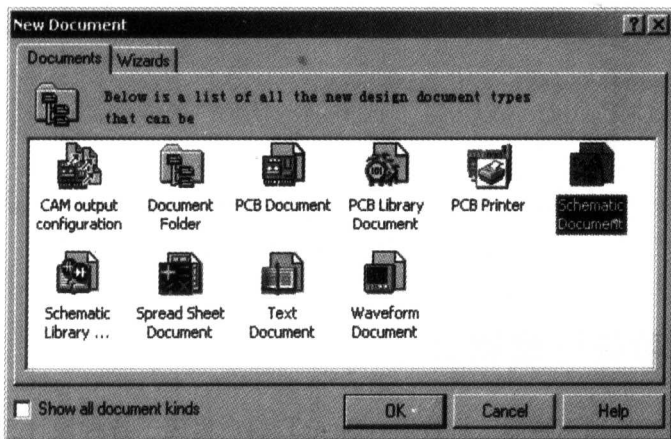

图 2-8 选择文件类型对话框
(1) 执行菜单命令【File】/【New】后，会出现如图 2-8 所示的选择文件类型对话框。